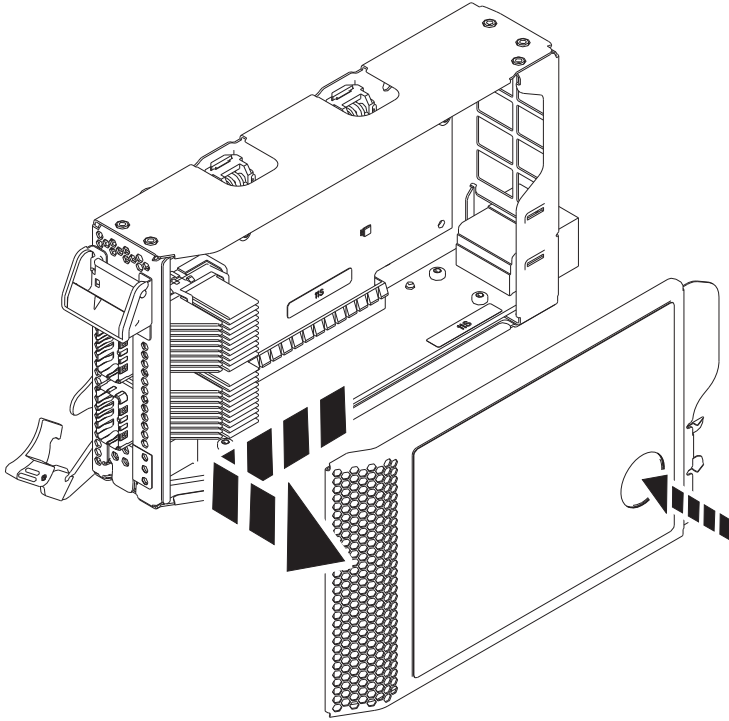

Figure 27. Retrait du couvercle de la cassette de cartes PCIe
- a. Appuyez sur le bouton de couleur ocre sur le couvercle de la cassette, comme illustré dans la figure 27, à la page 28, pour dégager le couvercle de la cassette.